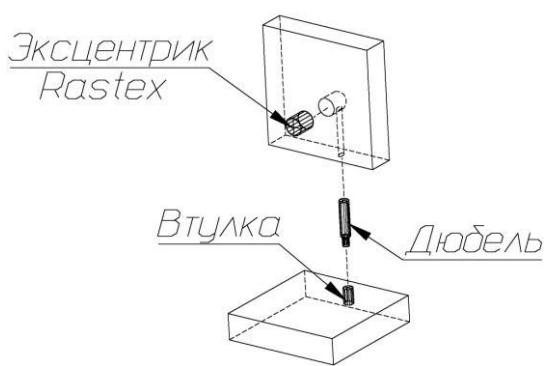
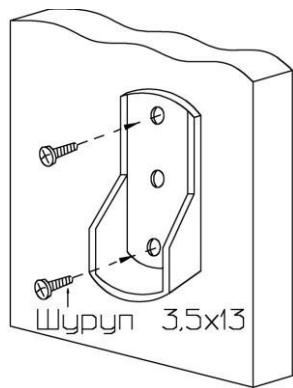

Рис. 1
Рис. 4
1. В боковые стенки (3), (4), горизонтальные щиты (22), планку верхнюю переднюю (23), планку верхнюю заднюю (24) в имеющиеся отверстия установить эксцентрики, таким образом, чтобы стрелка была повернута в сторону отверстия в торце.
В установленные муфты эксцентриковых стяжек на боковых стенках (3), (4), перегородке (21), верхнем щите (20), нижнем щите (19) ввернуть дюбели, в соседние отверстия установить шканты (рис.1).
2. Установить монтажные планки петель на боковые стенки (3), (4) с помощью комплектных винтов.
3. Установить полкодержатели в отверстия на перегородке (21) и боковой стенке (3).
4. Установить штангодержатели на перегородку (21) и боковую стенку (4) с помощью шурупов 3,5x13мм (рис. 4).
6. Установить опоры в отверстия на нижнем щите (19).